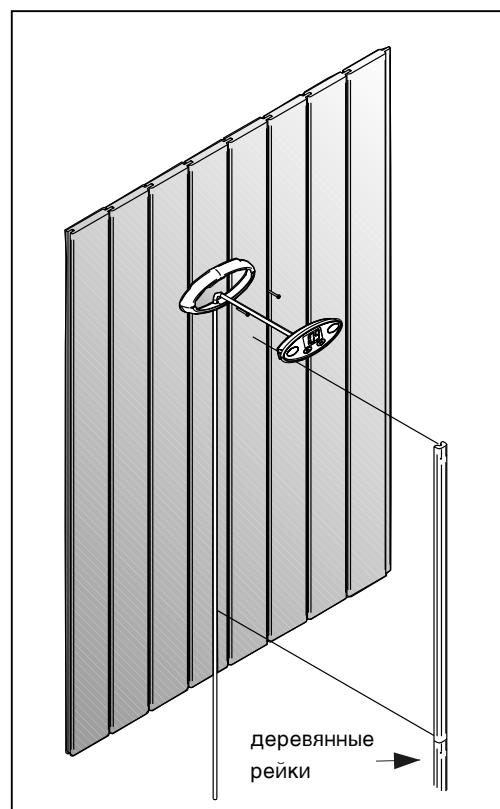

Рисунок 11. Установка панели управления
В противном случае монтаж следует производить по поверхности стены. См. рис. 11. Сигналы, передаваемые панелью управления, являются слаботочными сигналами. Поэтому панель безопасна при установке на основание из любого материала.
3. При необходимости соединительный кабель можно закрыть деревянными рейками (3 шт). См. рис. 11.